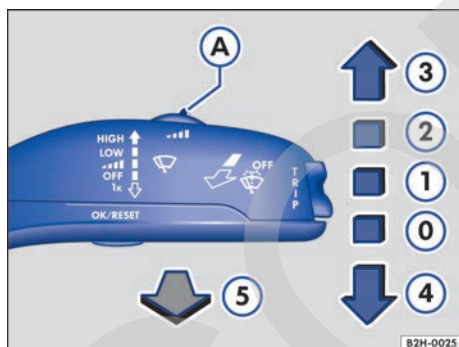

Fig. 83 Manejo del limpiaparabrisas.
- Presione la palanca del limpiaparabrisas brevemente hacia abajo → fig. 83  en los 10 segundos siguientes a la desconexión del encendido.